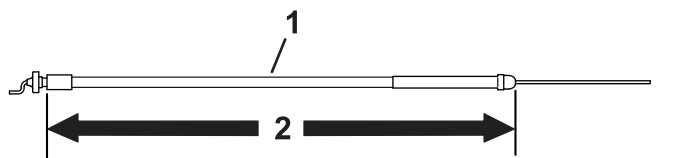

図 9
- モデル 04035, 04037, 04056, 04060 以外のすべてのトラクションユニットには、長さ 158.3 cm のスロットルケーブルを使用する 図 9を参照。